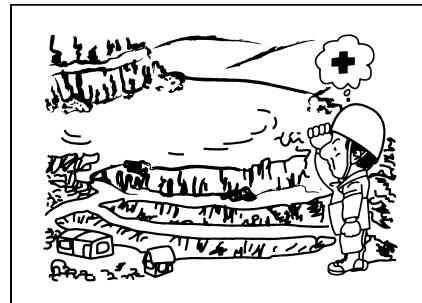

Рис. 1-57
**В. Ознакомление с окружением перед запуском машины (рис. 1-57)**